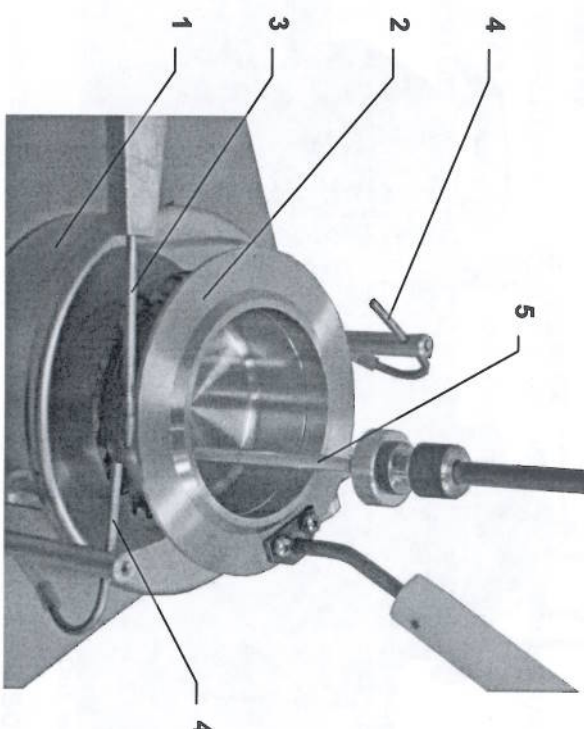

Рис. 2. Аппарат ТВО-ЛАБ-01. Испытательный модуль.
В испытательном модуле аппарата (см. рис. 2) установлены нагреватель (1), открытый тигель (2), основная горелка (3), два вспомогательных горелки (4), и датчик температуры (5).